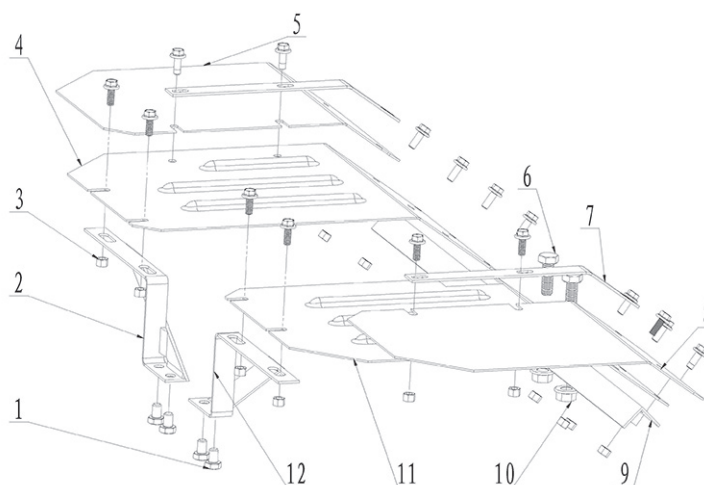

рис.6
3.5 Установка брызговиков (см.рис.6)
- прикрутить двумя болтами (рис.6 поз.6) уголок (рис.6 поз.9) к основанию культиватора;
- закрепить на основании четырьмя болтами (рис.6 поз.1) два кронштейна (рис.6 поз.2 и 12) крепления брызговиков;
- прикрутить нижние брызговики (рис.6 поз.4 и 11) к уголку и кронштейнам;
- наложить на нижние брызговики верхние (рис.6 поз.5 и 8), совместив крепёжные от-
- наложив сверху пластины (рис.6 поз.7), скрепить брызговики болтами.